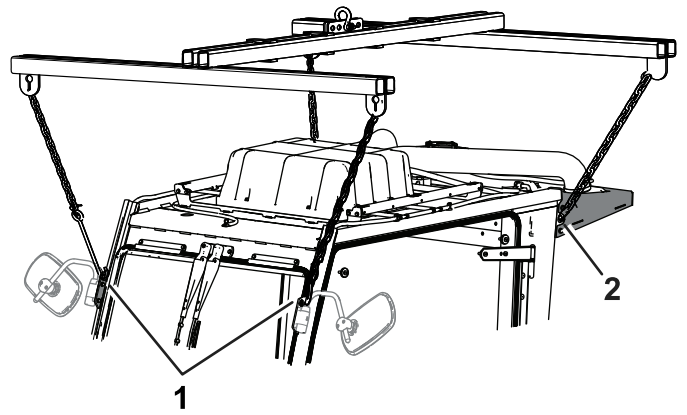

Figure 12
3. Soutenez la cabine avec un palan relié au 4 points de levage (Figure 12).
4. Soulevez la cabine avec le palan (Figure 12).